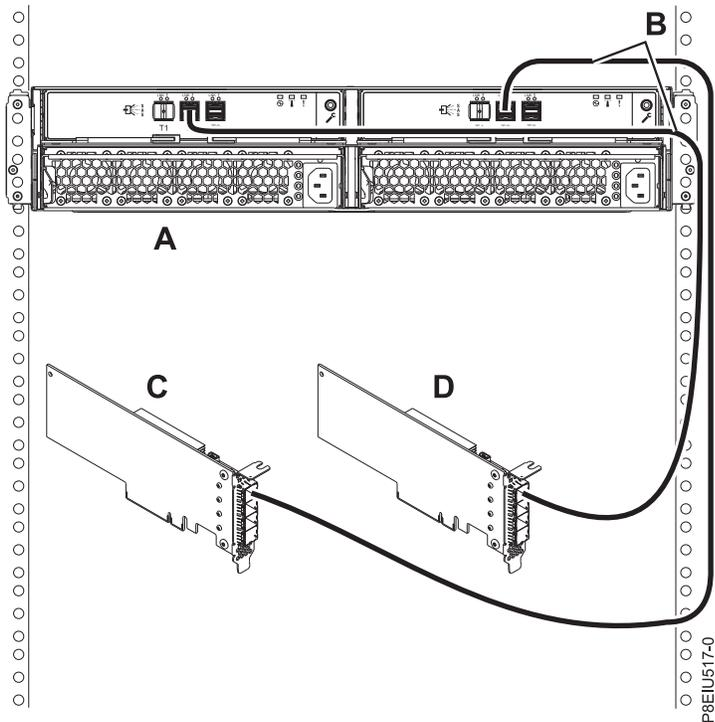

Figure 13. Connexion de mode 1 d'une armoire 5147-024 avec deux câbles AA12 ou d'autres câbles droits à deux adaptateurs
13. Etablissez une connexion de mode 1 d'une armoire de stockage 5147-024 **(A)** avec deux câbles AA12 ou d'autres câbles droits **(B)** à deux adaptateurs **(C, D)**, comme illustré dans la figure 13, à la page 16, puis passez à l'étape «Connexion des câbles et des cordons d'alimentation et installation des capots», à la page 24.